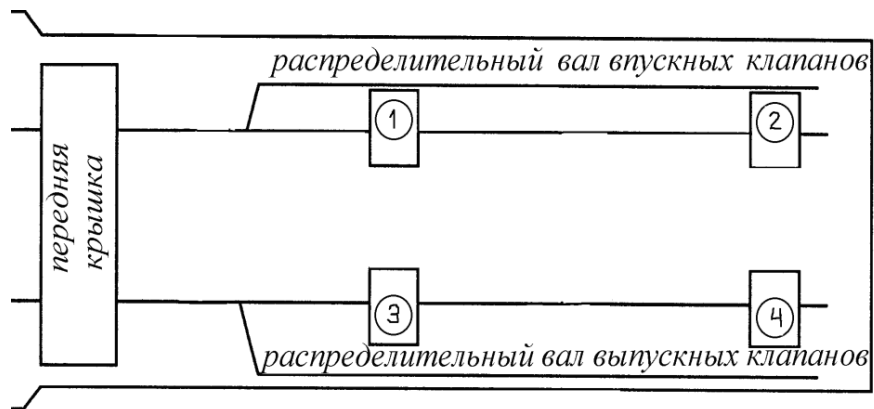

Рис.82. Схема установки крышек распределительных валов
**Крышки распределительных валов должны устанавливаться соответственно их нумерации (рис.82), ориентируясь круглыми бобышками с номерами для впускного вала – влево, выпускного – вправо, если смотреть со стороны переднего торца двигателя. Данная ориентация связана с несимметричным расположением канавки масляного канала в крышках.**